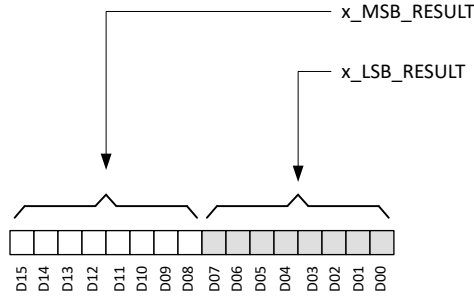

图 6-15. 磁传感器数据定义
X、Y 和 Z 磁传感器数据存储在 `x_MSB_RESULT` 和 `x_LSB_RESULT` 寄存器中。图 6-15 显示了每个传感器输出以 16 位二进制补码格式存储在两个 8 位寄存器中。数据可以结合 MSB 和 LSB 寄存器以 16 位格式检索，也可以通过 MSB 寄存器以 8 位格式检索。
- $D_i$  是图 6-15 中所示的数据位。